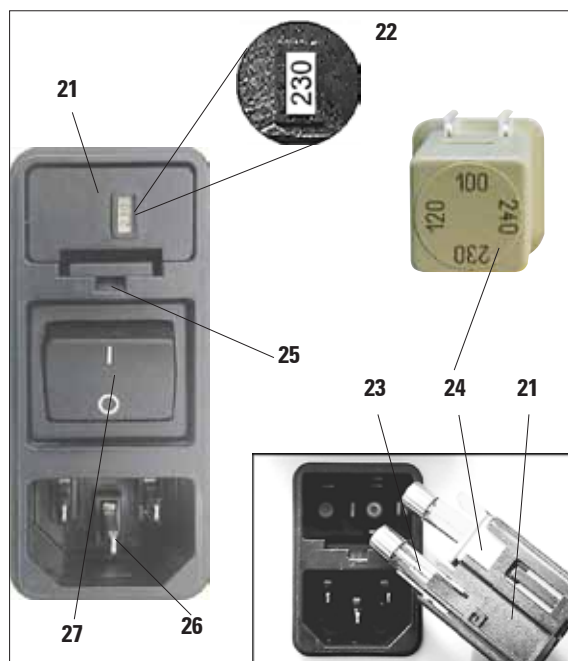

Fig. 12
Il selettore di tensione si trova al di sopra dell'interruttore di rete, a sinistra sul retro dello strumento (Fig. 12). Il valore di tensione impostato viene visualizzato nella finestrella (22).
- Inserire un piccolo cacciavite nella tacca (25) e sollevare leggermente l'inserto.
- Prelevare il corpo del selettore di tensione (21) insieme con i fusibili (23).